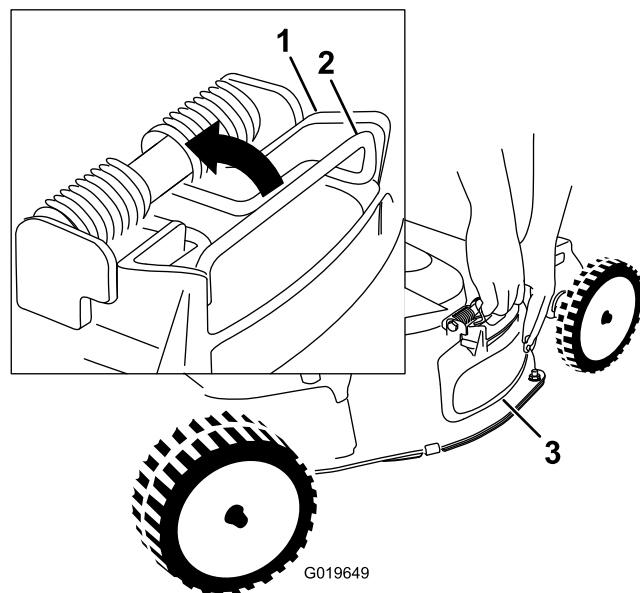

Рисунок 24
4. Снимите боковой отражатель выброса, потянув вверх за пружину, удерживающую крышку на месте и сняв отражатель (Рисунок 24).